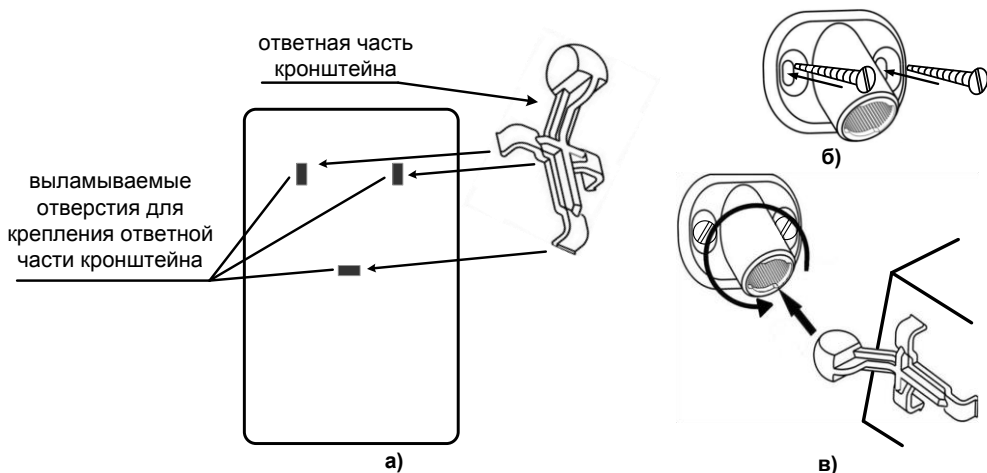

Рис.11 Установка кронштейна и сигнализатора
3. Проведите разметку отверстий для монтажа с учетом положения отверстий в основании кронштейна. Закрепите основание кронштейна на выбранном месте стены (рис. 11б).
4. Установите на основание сигнализатора ответную часть кронштейна, предварительно удалив заглушки (рис. 11а).
7. Соедините части кронштейна и поверните сигнализатор в нужное положение (см.рис.11в).